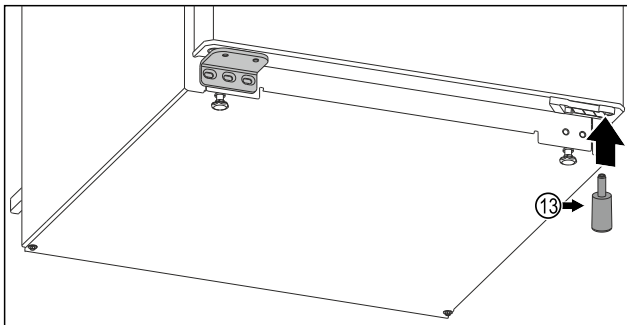

Fig. 24 *
- Das Distanzteil Fig. 24 (13) wieder rechts unten in die Tür einsetzen, weil es wichtig für die Standfestigkeit des Geräts ist.*